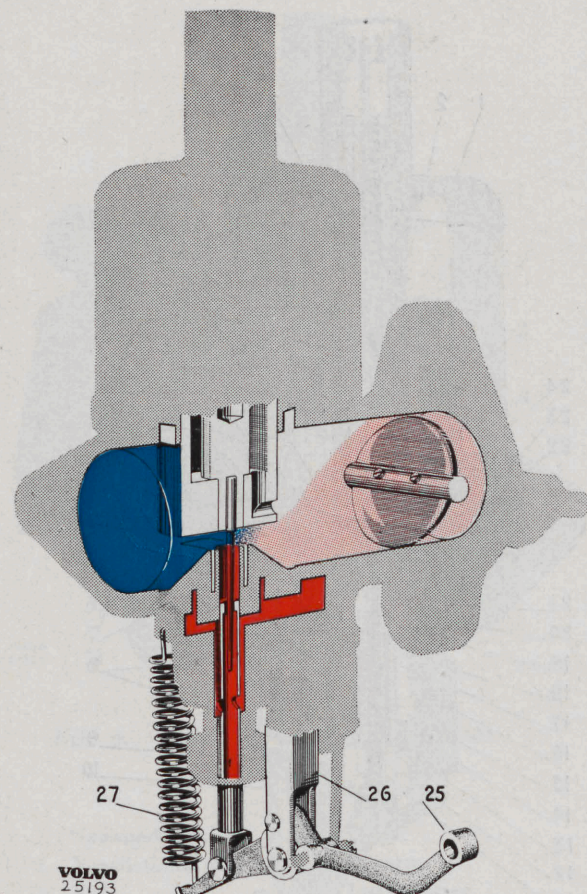

Bild 9. Förgasare, kallstart.
För att berika bränsleluftblandningen vid start av kall motor har förgasaren en anordning, (bild 9) varmed munstycket kan sänkas. Då munstycket sänkes erhålles större genomströmningsarea för bränslet, eftersom bränslenålen i munstycket är konisk. — Något chokespjäll finnes ej på förgasaren.
Vid start av kall motor, drages ytterändan av hävarmen (25 bild 9) uppåt med hjälp av ett reglage, varvid rörelsen överföres via länken (26) så att munstycket, som är sammankopplat med hävarmens inre ända, drages nedåt. Rörelsen begränsas av en hake på hävarmen och återgång till normalläge erhålles av retur fjädern (27) då reglaget skjutes in.